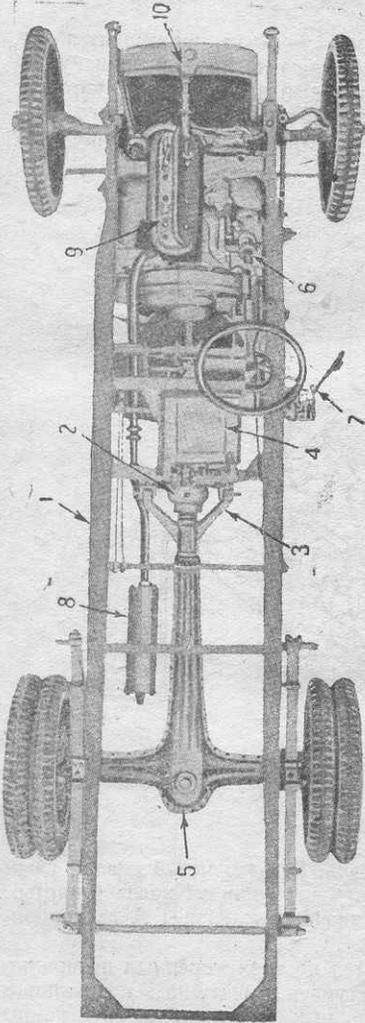

Рис. 16. Трансмиссия автомобиля.
**Трансмиссия автомобиля «АМО Ф-15».** Вся трансмиссионная часть автомобиля видна из рис. 16.